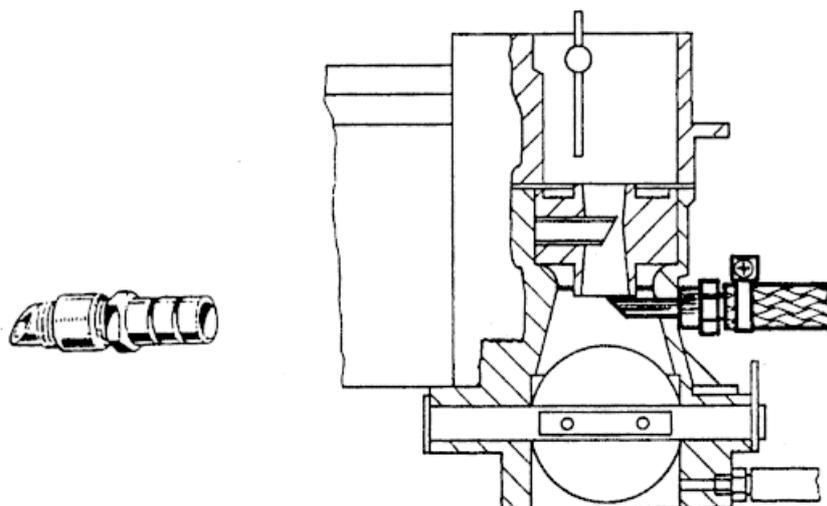

рис. 4.6.3 – Пример монтажа смешанной системы.
4.6.3. Смешанная система (рис. 4.6.3)
На рис. 4.6.3 показывается схема карбюратора с установленным патрубком для смешанного функционирования.